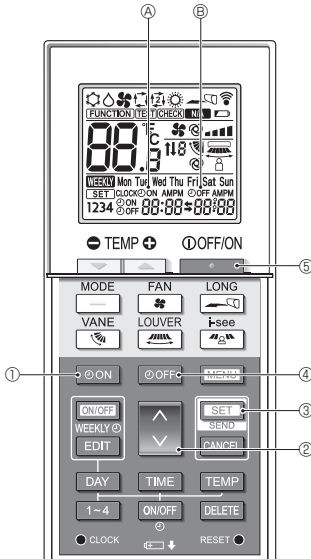

Fig. 4-2
4.5. De ON/OFF-timer gebruiken (Fig. 4-2)